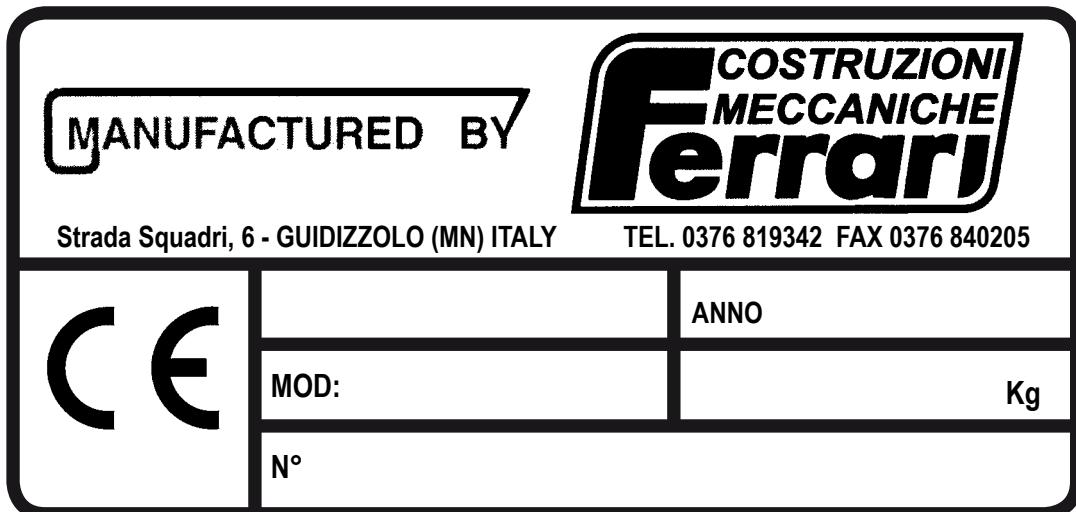

Fig. 1
- Larghezza (L) mm
- Profondità (P) 2450 mm
- Altezza (H) 1800 mm
- Massa vedi targa CE (**Fig. 1**)
- Width (L) mm
- Depth (P) 2450 mm
- Height (H) 1800 mm
- Weight see CE plate (**Fig. 1**)
- Largeur (L) mm
- Profondeur (P) 2450 mm
- Hauteur (H) 1800 mm
- Masse voir plaquette CE (**Fig. 1**)
- Ancho (L) mm
- Profundidad (P) 2450 mm
- Altura (H) 1800 mm
- Masa ver placa CE (**Fig. 1**)